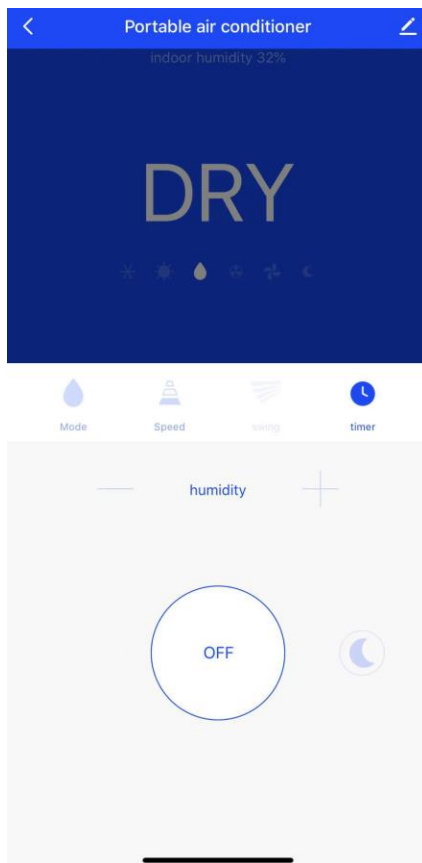
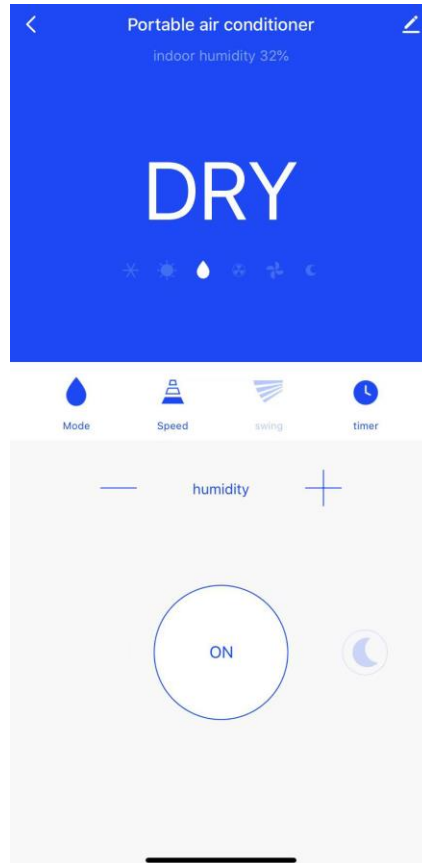

Fig. 8
Fig.9
1. Trykk på "OFF" i Fig. 8, grensesnittet vil gå til Fig. 9 og apparatet vil begynne å fungere.